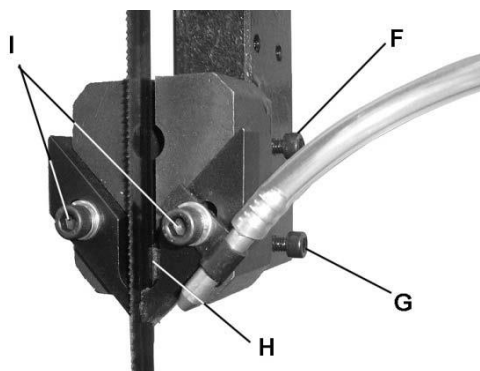

Рис. 10.
2. Ослабьте винт (F, Рис. 10) и до конца сдвиньте узел направляющей от полотна.
3. Ослабьте винт (G, Рис. 10). Придвиньте ограничитель (H, Рис. 10) к пыльному полотну так, чтобы между ними остался зазор 0,8 мм. Затяните винт (G, Рис. 10).
4. Сдвиньте узел направляющей к полотну, чтобы направляющие располагались за впадинами зубьев, как показано на Рис. 10. Затяните винт (F, Рис. 10).
6. Ослабьте два болта (I, Рис. 10) и отрегулируйте положение каждого элемента по отношению к полотну. Они не должны касаться пыльной ленты. Отрегулируйте с каждой стороны зазор 0,25 мм.
7. По завершении регулировки затяните два болта (I, Рис. 10).